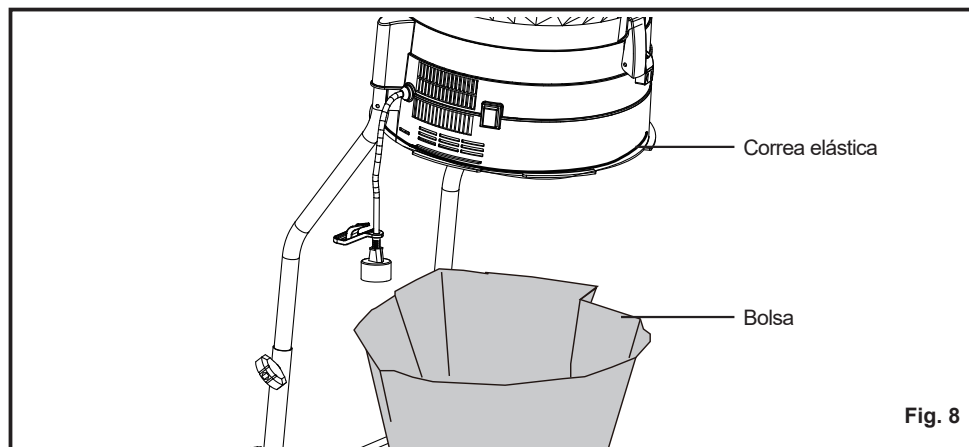

Fig. 8
- Utilice la banda elástica situada en la base de la carcasa para fijar la bolsa en su lugar (Fig. 8).